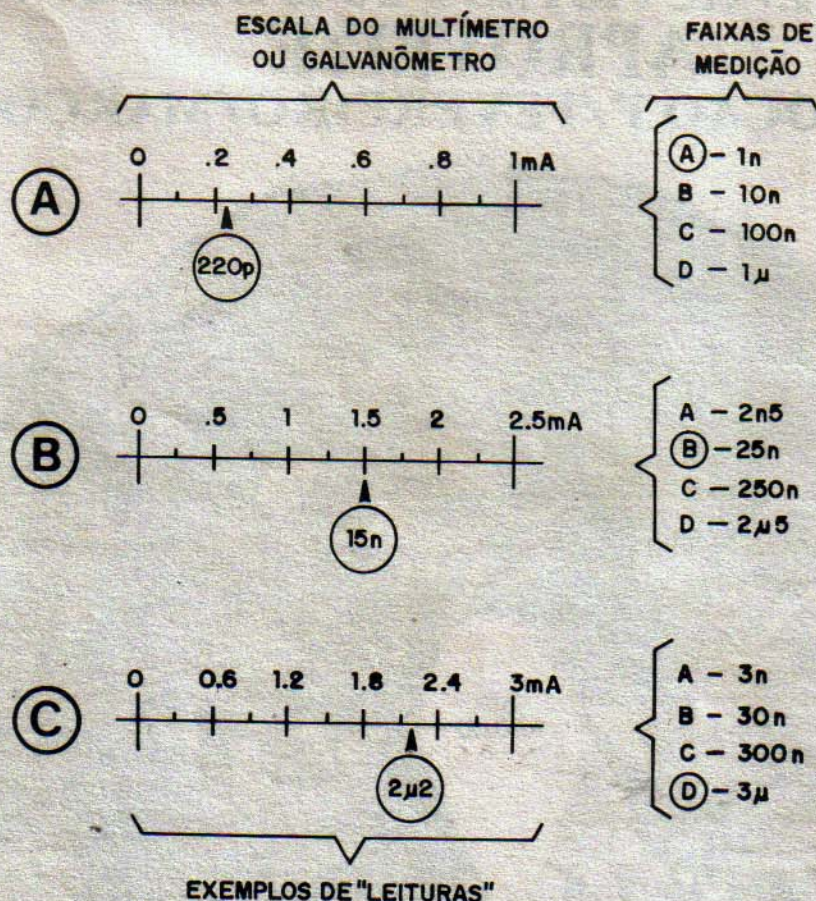

Fig.7
Para uma correta CALIBRAÇÃO e LEITURA, devemos observar atentamente a fig. 7 e suas “escalas/exemplo”:
- FIG. 7-A - Se o alcance do galvanômetro for de 1mA, as faixas
- FIG. 7-B - Se o alcance da faixa (multiteste) for de 2,5mA, as faixas ideais de medição serão: 2n5-25n-250n-2u5. As divisões prováveis e um exemplo de medição (15n) estão indicadas na figura.
- FIG. 7-C - Se a faixa baixa do multiteste tiver um fundo de escala de 3mA, as posições da chave do MOCAM corresponderão idealmente a: 3n-30n-300n-3u. Um exemplo de divisões e de medição (2u2) encontram-se na figura.
Observar que, nos exemplos/sugestões da fig. 7, são indicadas também as posições do chaveamento do MOCAM. No primeiro exemplo, supomos que o chaveamento está na posição “A”, correspondente a um fundo de escala de 1n. No segundo caso, o chaveamento estaria na faixa “B”, com um fundo de escala em 25n. Finalmente, no terceiro exemplo, o chaveamento de faixas do MOCAM estaria na posição “D”, correspondendo a um fundo de escala de 3u.
A calibração é fácil, feita a partir de um "componente/referência". Basta usar um capacitor de boa qualidade, baixa tolerância e de valor - obviamente - conhecido e comprovado. Supondo que a situação de escala é a exemplificada na fig. 7-B. Coloca-se a chave do MOCAM na faixa "B" (correspondente a um fundo de escala de 25n). Aplica-se os terminais de medição do MOCAM a um capacitor/referência de 15n e ajusta-se lentamente o trim-pot do módulo até que o ponteiro do galvanômetro indique **exatamente** a posição correspondente aos 15n (igualzinha à leitura/exemplo mostrada na figura...). Pronto. O trim-pot não deve mais ser mexido, e **todas** as 4 faixas de medição do MOCAM já estarão calibradas.